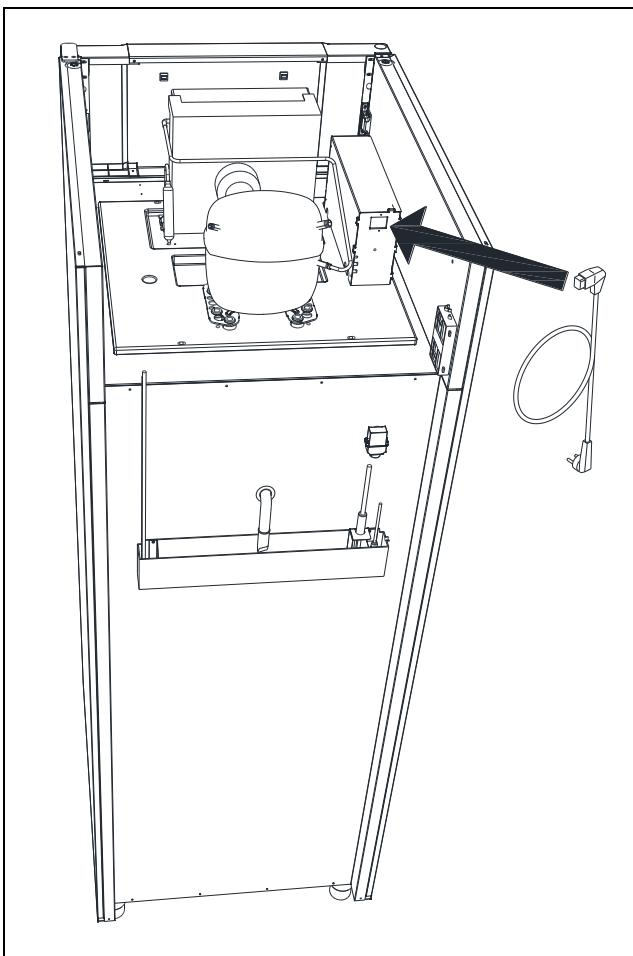

Fig. 7
-  Anslut endast enheten till den spänning som angivits på typnummerskylten (se fig. 10). Använd endast medföljande, löstagbara kabel för anslutning till vägguttag (se fig. 7).